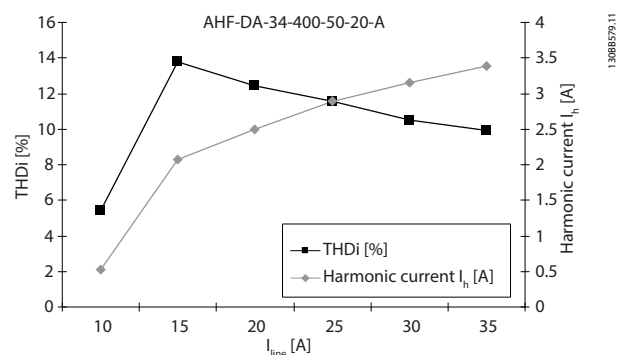

Рисунок 3.2 Зависимость THDi от нагрузки
1) Общее значение тока гармоник расчетное. Зависимость THDi от нагрузки показана на Рисунок 3.2.